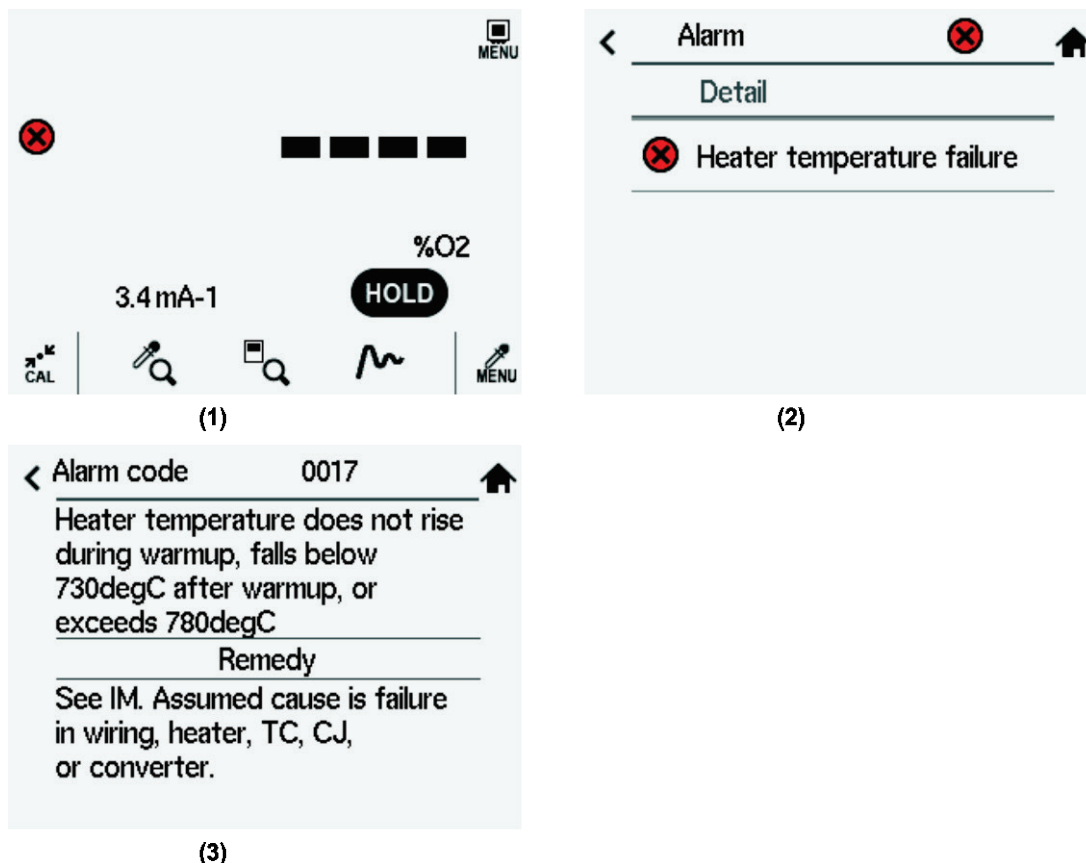

Рисунок 12.1 Описание Неисправности (Fault)
- (1) Для обеспечения безопасности системы прекращается подача питания на нагреватель в датчике.
- (2) Чтобы уведомить оператора о возникшей Неисправности (Fault) на дисплее начинает отображаться индикация неисправности с помощью мигающего значка (Рисунок 12.1).
- (3) Когда Неисправность (Fault) установлена для выхода в «Выбор контактного выхода» (Selection of contact output), посылается сигнал на контактный выход, для которого (смотрите Раздел 8.5 «Установка контактного выхода»).
- (4) Меняется состояние аналогового выхода, указанного в «Установка удержания выхода» (Output hold setting) (смотрите Раздел 8.2 «Установка удержания выхода»).
Если при появлении дисплея, показанного на рисунке 12.1 (1), нажать индикацию Неисправности (Fault), то появится описание отказа (Рисунок 12.1 (2)).